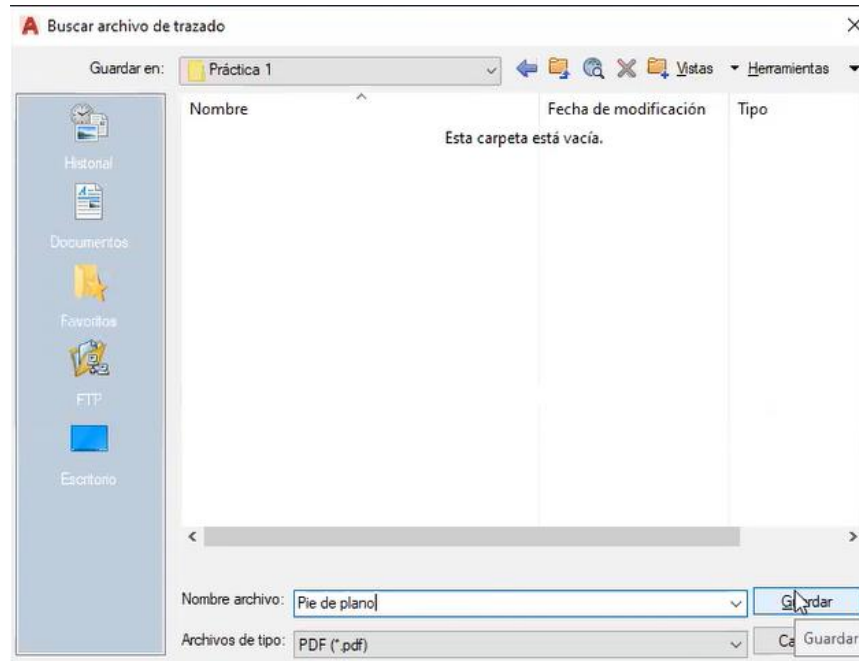

Figura 153. Nombre del archivo.
14. En la ventana emergente guardarlo en la carpeta correspondiente y con el nombre de la práctica. Figura 153.